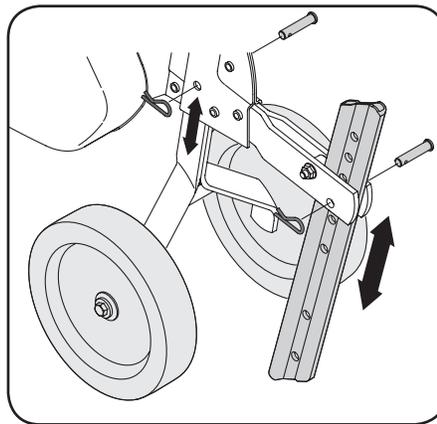

Figure 3-8
Pour l'expédition, les roues sont réglées pour que la machine soit de niveau. Au fur et à mesure que les dents pénètrent dans la terre et que l'avant du motoculteur s'abaisse, les roues doivent être relevées pour mettre la machine de niveau. Ceci est essentiel au bon fonctionnement du moteur. Pour effectuer ce réglage. Enlevez l'axe de chape et la goupille épingle de la fourche des roues, relevez les roues à la hauteur voulue et remettez l'axe de chape et la goupille épingle en place. (Voir la Figure 3-8.).
La tige de profondeur sert à régler la profondeur à laquelle les dents vont labourer. Pour modifier la hauteur de la tige, ôtez l'axe de chape et la goupille fendue, placez la tige à la hauteur désirée, puis remettez l'axe et la goupille. (Voir Figure 3-8)
- Faites faire un ou deux tours au collier du câble pour accroître ou diminuer la tension de celui-ci. Voir la Figure 3-8.
- Resserrez le contre-écrou contre le collier du câble. Voir la Figure 3-8.